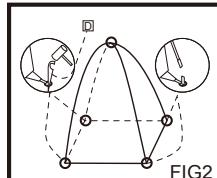

FIG2
3. Erga a tenda <A> e empurre as extremidades das hastes para as barras de ferro (que estão em cada canto da tenda <A>). (FIG2)
4. Prenda o tecto da tenda interior <E> na junção das hastes com a braçadeira aí cozida. (FIG2)
5. Fixe a tenda prendendo as estacas da tenda <D> nos laços do solo. (FIG2)